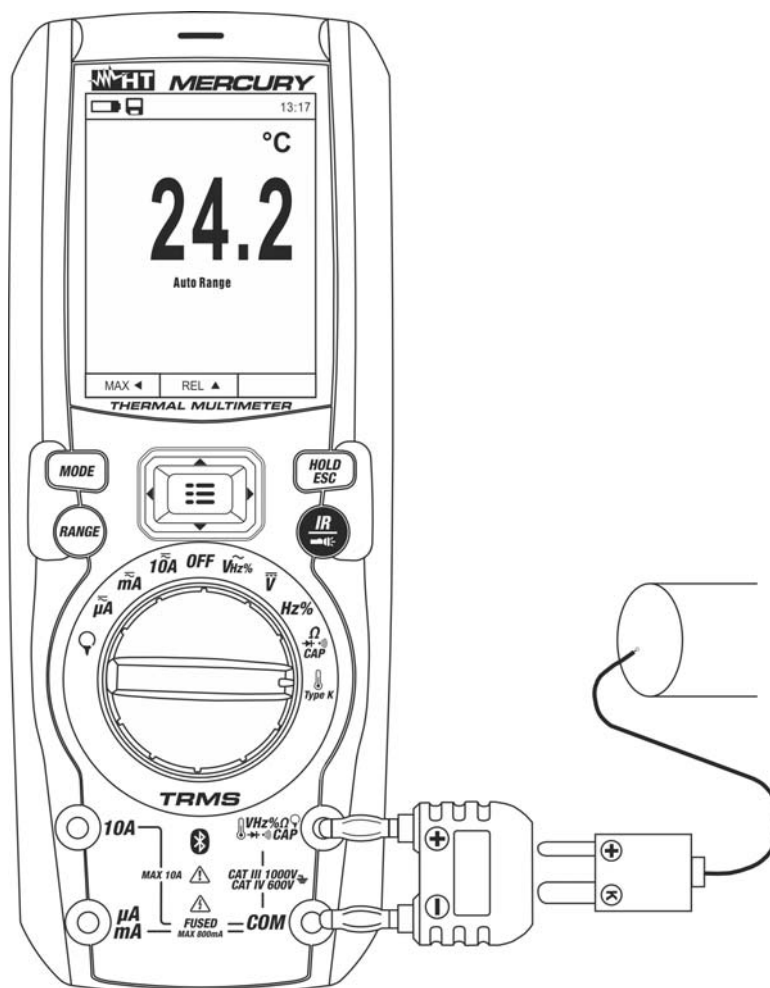

Fig. 27: Utilisation de l'instrument pour la mesure de la Température
3. Insérer l'adaptateur fourni dans les bornes d'entrée **VHz% CAP Ω →** (polarité +) et **COM** (polarité -) (voir Fig. 27)